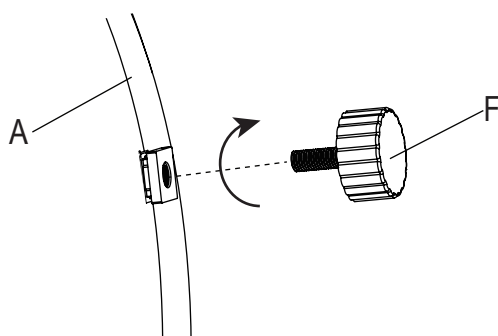

Figure 2
2. Avec l'aide d'une autre personne, placez soigneusement le foyer (A) sur une surface plane non abrasive pour éviter les rayures, vérifiez les quatre coins au fond du foyer, puis alignez les pieds ajustables (F) avec le trous de vis et vissez dans le sens des aiguilles d'une montre (voir la figure 2).